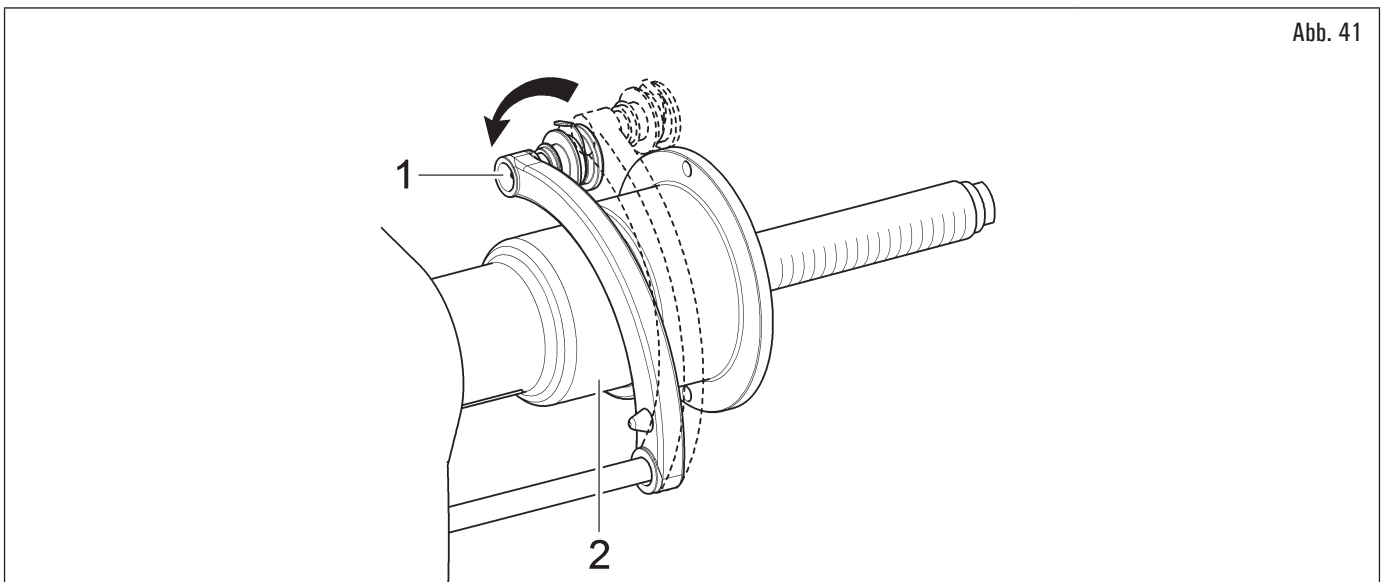

Abb. 41
Durch wiederholtes Inkontaktbringen des Messarms (Abb. 41 Pkt. 1) mit der Spindel (Abb. 41 Pkt. 2) wechselt das Programm zyklisch von „STATISCH“ zu „STATISCH 1“ zu „STATISCH 2“ und kehrt dann zum Anfang zurück.
1. bringen Sie in Verbindung den Greifer für die Anbringungsstelle des Gewichtes mit dem inneren Teil der Felge (2 Kontaktpunkte) (siehe Abb. 41) um „ALU-S“ zu wählen;
Durch wiederholtes Inkontaktbringen des Messarms (Abb. 41 Pkt. 1) mit der Spindel (Abb. 41 Pkt. 2) wechselt das Programm zyklisch von „ALU-S“ zu „ALU-S1“ zu „ALU-S2“ und kehrt dann von dort zurück Start.